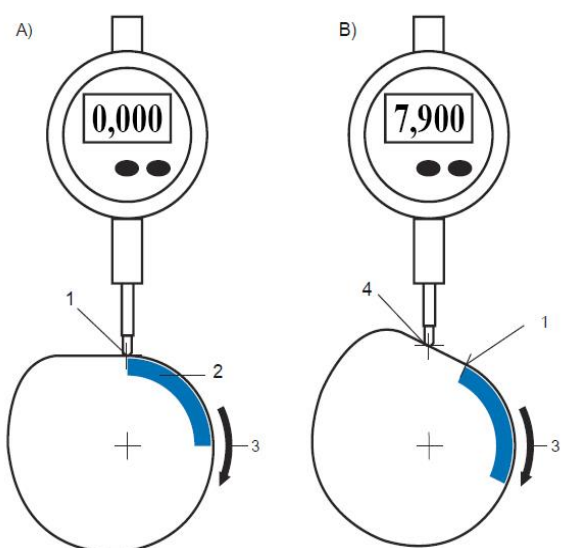

Рис.2 – Проверка эталонного значения
При проверке эталонного значения CamBox (рис. 2А) необходимо выставить рабочий ход толкателя 18 мм, кулачек из положения 1 необходимо повернуть по направлению вращения кулачка 3, на  $25,5^\circ$ . Индикация на циферблате индикатора измерения хода в контрольной точке 4 должно составлять  $7,9 \pm 0,015$  мм (рис. 2В).
4. В нижней мертвой точки CamBox (рис.2 поз.2) на индикаторной головке установить 0.